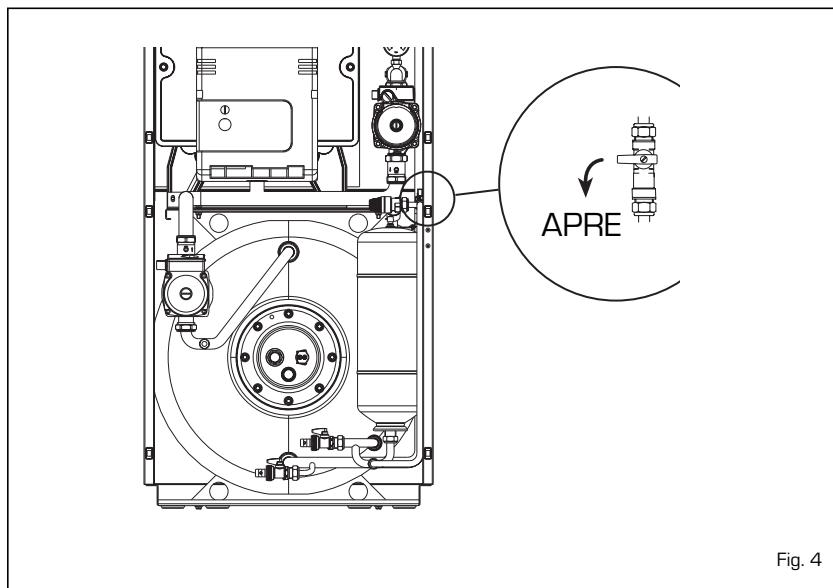

Fig. 4
2.2.1 Fase iniziale di riempimento dell'impianto (fig. 4)
Al termine dell'operazione controllare che il rubinetto sia chiuso (fig. 4).